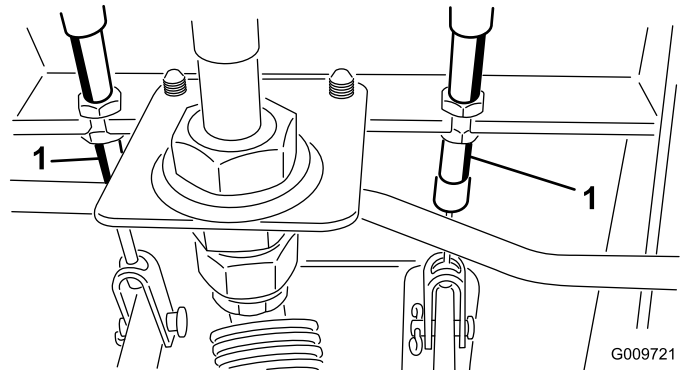

Bild 114
- A. Lockern Sie die vordere Mutter an der Gewindeseite des Bremszuges (Bild 114).